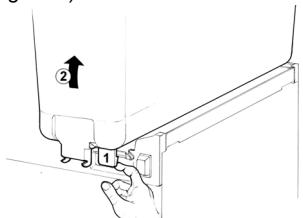

figura 1
**2** Togliere il contenitore vuoto sollevandolo **dal lato rubinetto** e sfilandolo dalla guarnizione (vedere figura 1).